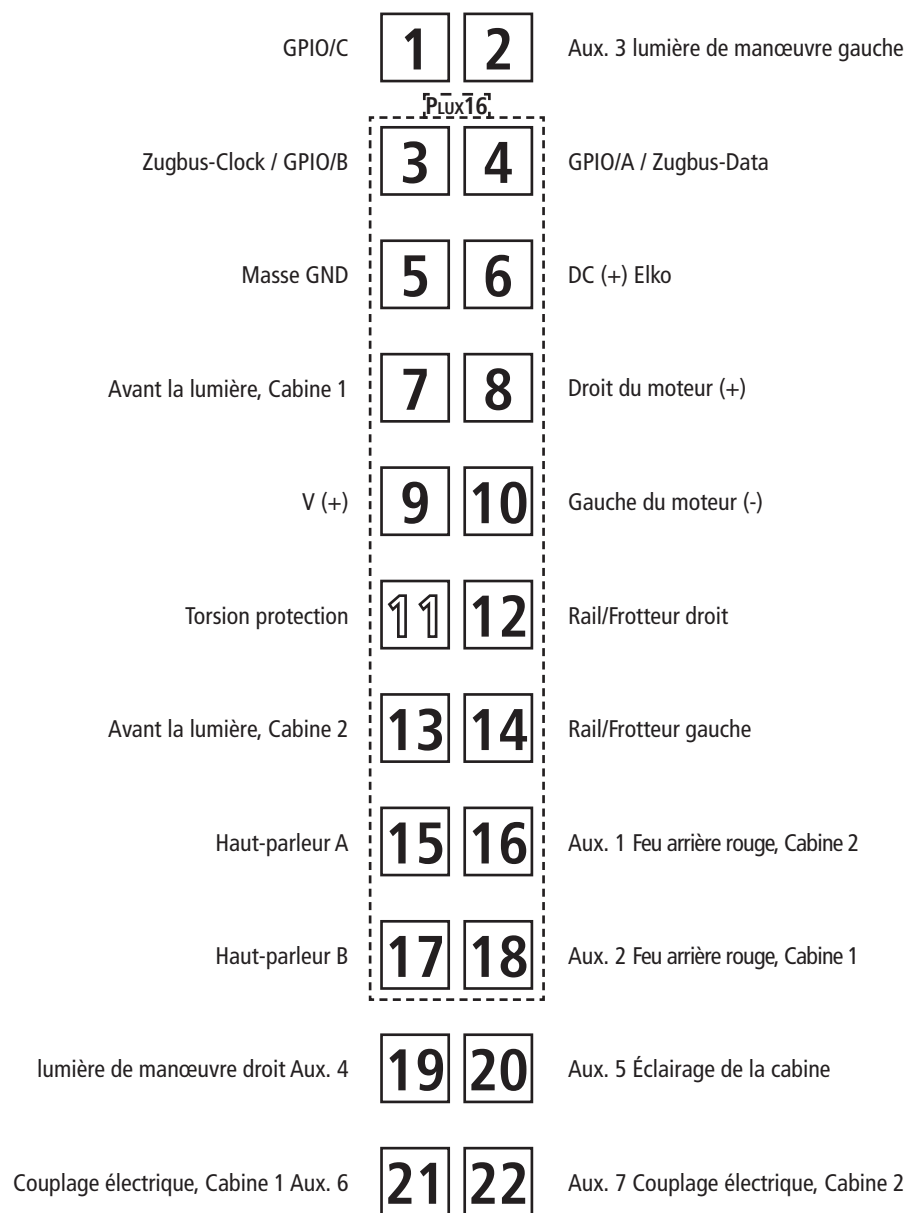

Fig. 6
2. Schmierung: Versehen Sie die im Schmierplan in Fig. 6 gekennzeichneten Stellen mit nur **kleinen Öltropfen**. Dazu zuerst das Lokgehäuse abnehmen (Fig. 3). Wir empfehlen den **ROCO Öler Art.-Nr. 10906**. Fürs Schmieren der Getriebeteile (Zahnräder, Schnecke) empfehlen wir das **ROCO-Spezialfett Art.-Nr. 10905**. Im Falle der Schmierung diese Teile **nicht ölen**.
2. Lubrication: Apply **tiny oil drops** to spots marked in fig. 6. Prior to lubrication dismantle locomotive (fig. 3). We recommend using item no. **10906, Roco oiler**. For lubrication the gearparts (e.g. cogwheels, worm) we would recommend our Roco **special grease** (item no. **10905**).
2. Graissage: N'appliquez **qu'une toute petite goutte** aux endroits indiqués par le plan de graissage (fig. 6) après avoir démonté la caisse de la locomotive (fig. 3). Nous vous recommandons **le graisseur à huile Roco réf. 10906**. Pour graisser les engrenages (roues dentées, vis sans fin) nous vous conseillons la **graisse spéciale Roco réf. 10905** pour engrenages en matières synthétiques. Lorsque vous utilisez cette graisse il faut éviter d'huiler ces composants.